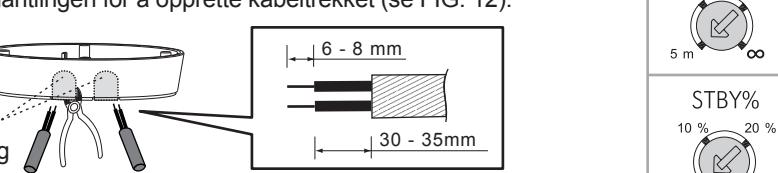

FIG. 12
- 3.4.3.2 For å føre strømledningene gjennom siden på koblingsboksen, vennligst bruk avbitering for å bryte opp utstøterne for kablenes inngang på siden av koblingsboksen, og før så kablene gjennom den. Vennligst trekk av 6-8 mm av kabelmantlingen for å opprette kabeltrekket (se FIG. 12).